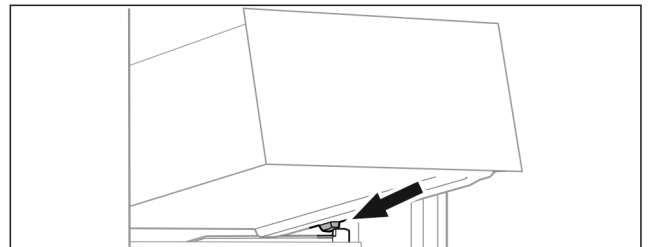

Fig. 85
- ▶ Lade schuin achter de stoppers op containerrib plaatsen. (zie *Fig. 85*)